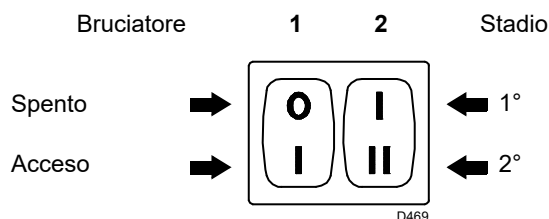
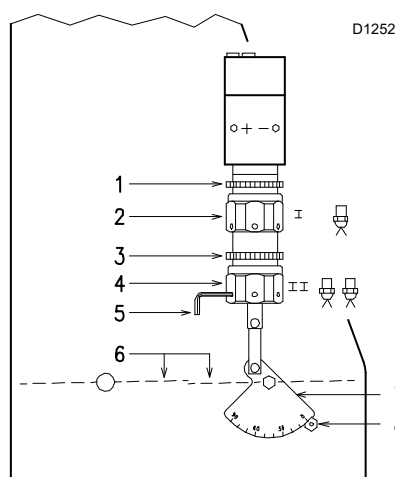

Fig. 18
Fig. 19
- Avviare il bruciatore chiudendo i telecomandi e con l'interruttore 1 (Fig. 18 pag. 17) in posizione "ACCESO". La pompa deve girare nel senso della freccia riportata sul coperchio.
- Quando il gasolio fuoriesce dalla vite 3 la pompa è innescata. Fermare il bruciatore: interruttore 1 (Fig. 18 pag. 17) in posizione "SPENTO" ed avvitare la vite 3).
Mettere l'interruttore 1)(Fig. 18) in posizione "ACCESO".
Mantenere il bruciatore funzionante in 1° stadio mettendo l'interruttore 2)(Fig. 18) in posizione 1° stadio. L'apertura delle serrande 6)(Fig. 19) va proporzionata all'ugello scelto: l'indice 8)(Fig. 19) deve trovarsi in corrispondenza della tacca indicata sul settore graduato 7)(Fig. 19). La regolazione si ottiene ruotando l'esagono 2)(Fig. 19):
Mettere l'interruttore 2)(Fig. 18 pag. 17) in posizione 2° stadio e regolare la serranda 6)(Fig. 19) agendo sull'esagono 4)(Fig. 19), dopo aver allentato la ghiera 3)(Fig. 19).
per facilitare la regolazione degli esagoni 2) e 4)(Fig. 19), servirsi della chiave esagonale da 3 mm 5)(Fig. 19).